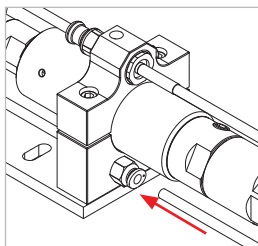
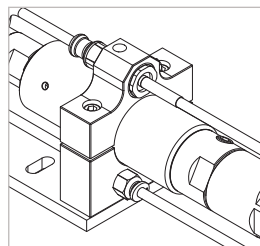

Figure 8
Figure 9
- ▶ Introduisez la conduite de lavage de la station-service dans le raccord de la coquille de support côté station-service (pos. 11, *Figure 8*). La conduite de lavage est raccordée (*Figure 9*).